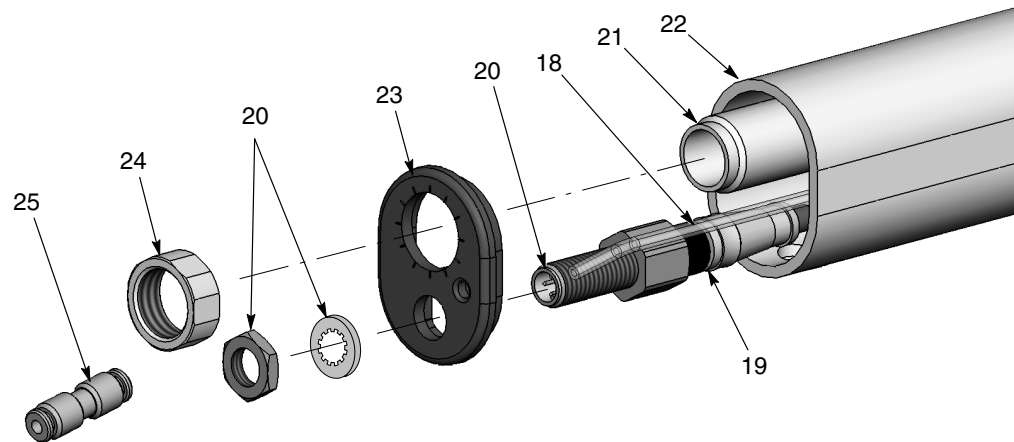
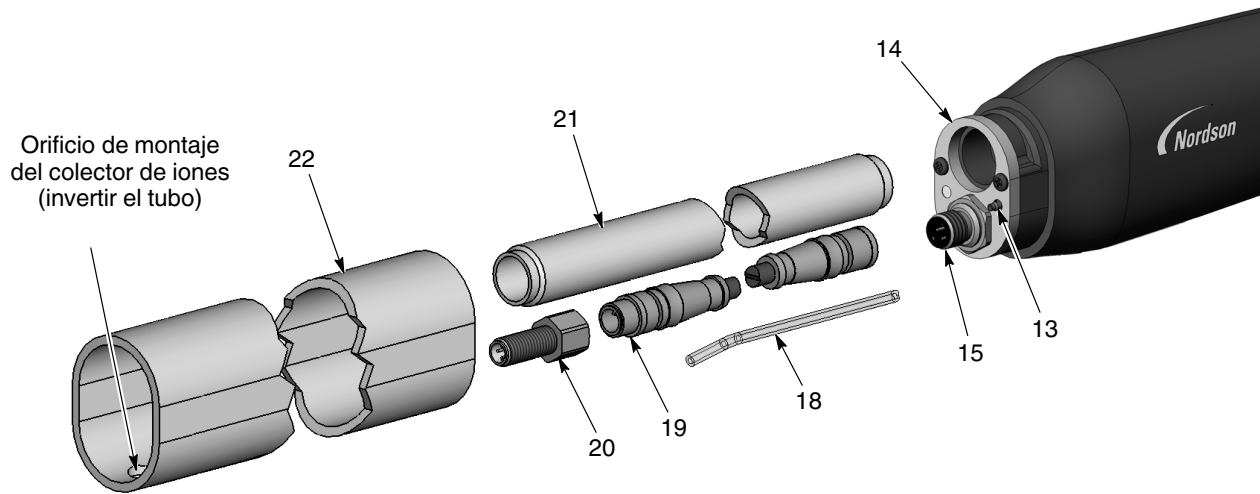
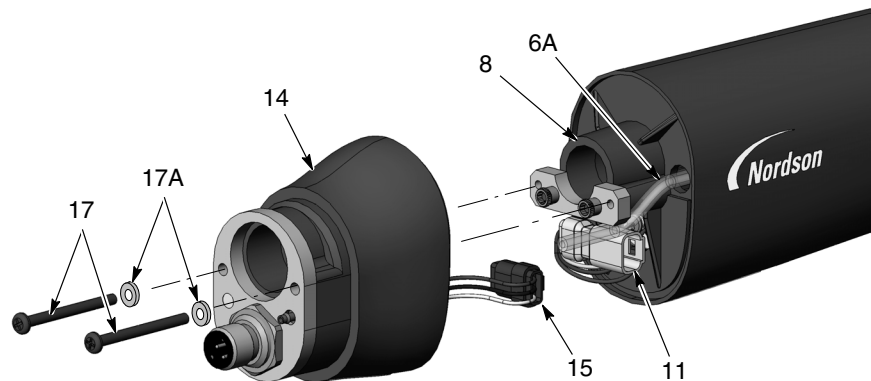
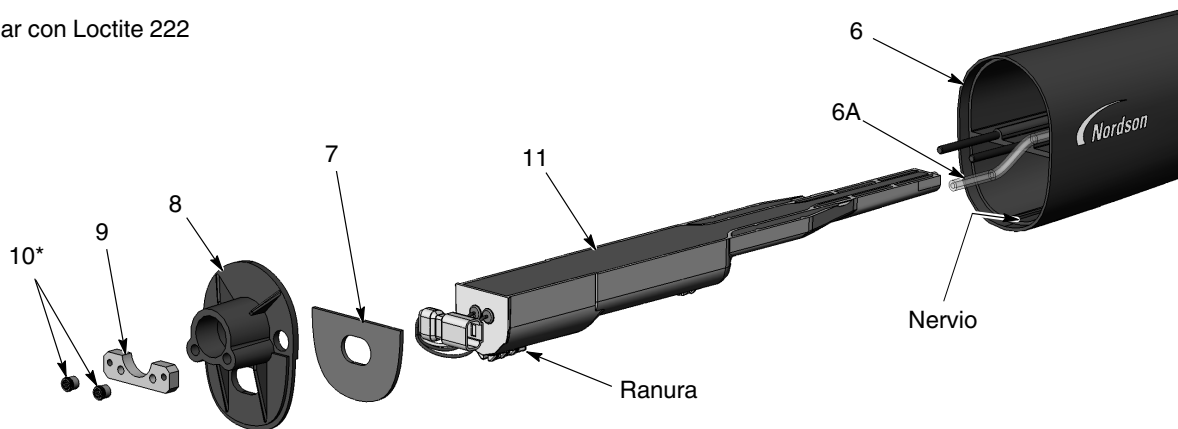

Figura 16 Desmontaje de la pistola de montaje en tubo 1 de 5
Figura 17 Desmontaje de la pistola de montaje en tubo 2 de 5
Figura 18 Desmontaje de la pistola de montaje en tubo 3 de 5
Figura 19 Desmontaje de la pistola de montaje en tubo 4 de 5
2. Ver la figura 16. Desconectar la unión (25) del tubo de aire transparente de 4 mm (18).
3. Desconectar el cable de la pistola (no se muestra) del receptáculo para cable (20).
4. Desenroscar la tuerca (24) del tubo de apriete (21).
5. Extraer la tuerca y la arandela de bloqueo del receptáculo para cable (20). Guardar la tuerca y la arandela de bloqueo para que puedan reutilizarse.
6. Extraer la tapa final (23) del extremo de la pistola.
7. Ver la figura 17. Extraer el tubo de montaje (22) del conjunto del cuerpo posterior (14) y por encima del tubo de apriete (21).
9. Desconectar el alargador (19) del cableado del receptáculo (15).
10. Desconectar el tubo de aire transparente de 4 mm (18) del racor dentado (13).
11. En caso de sustituir el alargador, extraer el receptáculo para cable (20). En caso contrario, dejarlo conectado.
12. Ver la figura 18. Extraer los dos tornillos de cabeza redonda (17) y las arandelas de bloqueo (17A) del cuerpo de la pistola posterior (14).
13. Extraer con cuidado el cuerpo de la pistola posterior suficientemente lejos de la pared divisoria (8) para desconectar el cableado de la fuente de alimentación (11) del cableado del receptáculo (15), y el tubo del conjunto del filtro (6A) del racor dentado que está dentro del cuerpo posterior.
14. Ver la figura 19. Con una llave macho hexagonal de 1/8 pulg., extraer las dos tuercas Allen (10) y atornillar la placa (9) de la pared divisoria (8). Posteriormente extraer la pared divisoria del cuerpo de la pistola (6), introduciendo el cableado de la fuente de alimentación a través de la pared divisoria.
15. Deslizar el suministro de tensión (11) fuera del cuerpo de la pistola.
17. La junta obturadora (7) está pegada a la pared divisoria mediante un adhesivo sensible a la presión. Si la junta obturadora está dañada, sustituirla por una nueva.
1. Ver la figura 19. Instalar el suministro de tensión (11) en el cuerpo de la pistola (6), asegurando que el nervio del cuerpo de la pistola se ajuste a la ranura en la fuente de alimentación. Fijar la fuente de alimentación en el cuerpo de la pistola.
2. Introducir el cableado de la fuente de alimentación a través de la pared divisoria (8), posteriormente instalar la pared divisoria y atornillar la placa (9) encima de los pernos del cuerpo de la pistola. Aplicar el adhesivo de fijación para roscas Loctite 222 a todas las tuercas Allen (10) y enroscarlas a los pernos. Enroscar las tuercas a 0,45 N•m (64 pulg.-onzas) con una llave macho hexagonal de $\frac{1}{8}$ pulg.
3. Ver la figura 18. Conectar el cableado del receptáculo (15) al cableado de la fuente de alimentación (11). Enrollar los conectores del cableado (11, 15) en el conjunto del cuerpo posterior en las posiciones mostradas.
4. Conectar el tubo del conjunto del filtro (6A) con el racor dentado de la parte interior del cuerpo posterior. Introducir cualquier tubo de aire transparente extra que haya en el cuerpo de la pistola, y posteriormente instalar el cuerpo posterior en la pared divisoria con los tornillos (17) y las arandelas (17A).
5. Ver la figura 17. Enroscar el tubo de apriete (21) en el cuerpo posterior (14).
6. Conectar el alargador (19) al cableado del receptáculo en el conjunto del cuerpo posterior.
7. Conectar el tubo transparente de 4 mm (18) al racor dentado en el conjunto del cuerpo posterior.
8. Orientar el tubo de montaje (22) según sea necesario:
9. Ver la figura 16. Conectar el alargador (19) al receptáculo (20) en la tapa final (23).
11. Instalar la tapa final en el tubo de montaje, introduciendo el tubo de apriete (21) y el tubo transparente de 4 mm (18) a través de la tapa final.
12. Fijar el receptáculo para cable (20) a la tapa final con arandela y tuerca.
13. Enroscar la tuerca del tubo de apriete (24) al tubo de apriete y apretarlo bien.
14. Instalar la unión (25) en el tubo transparente de 4 mm.